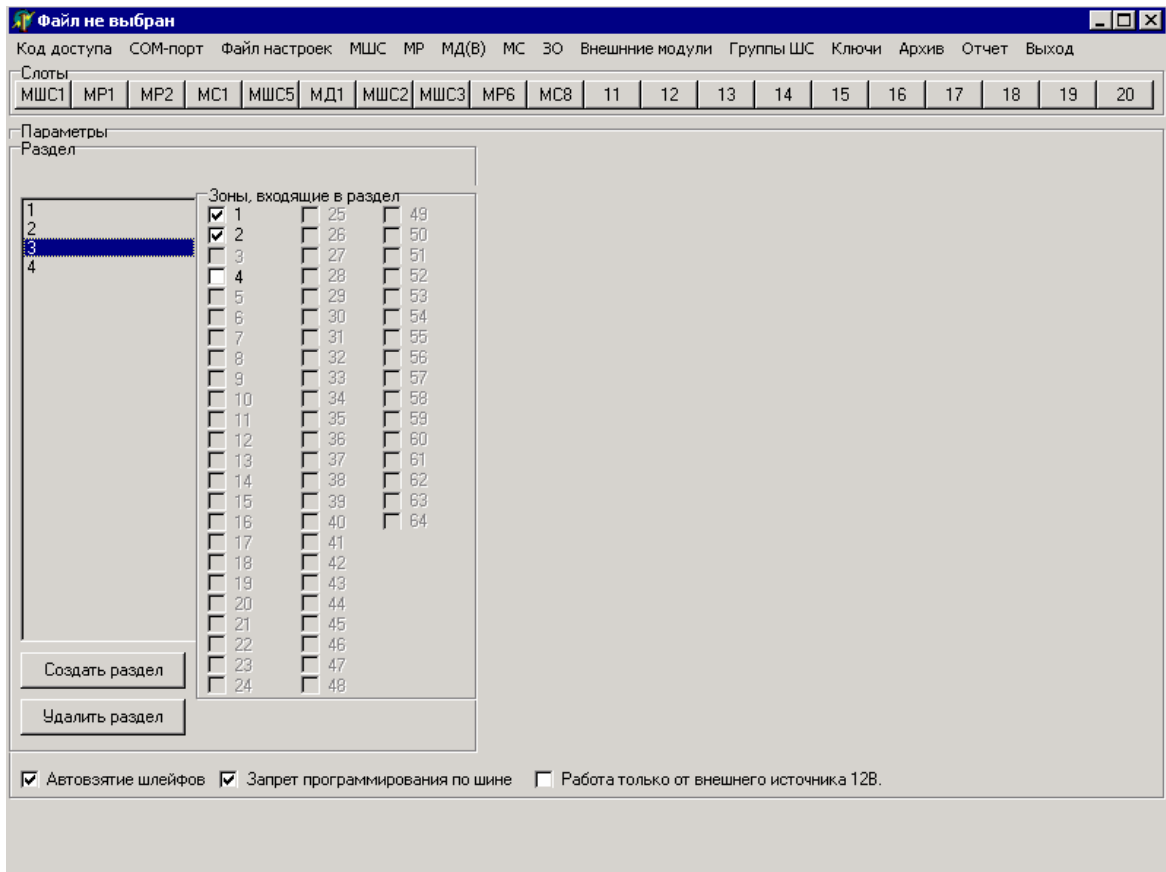
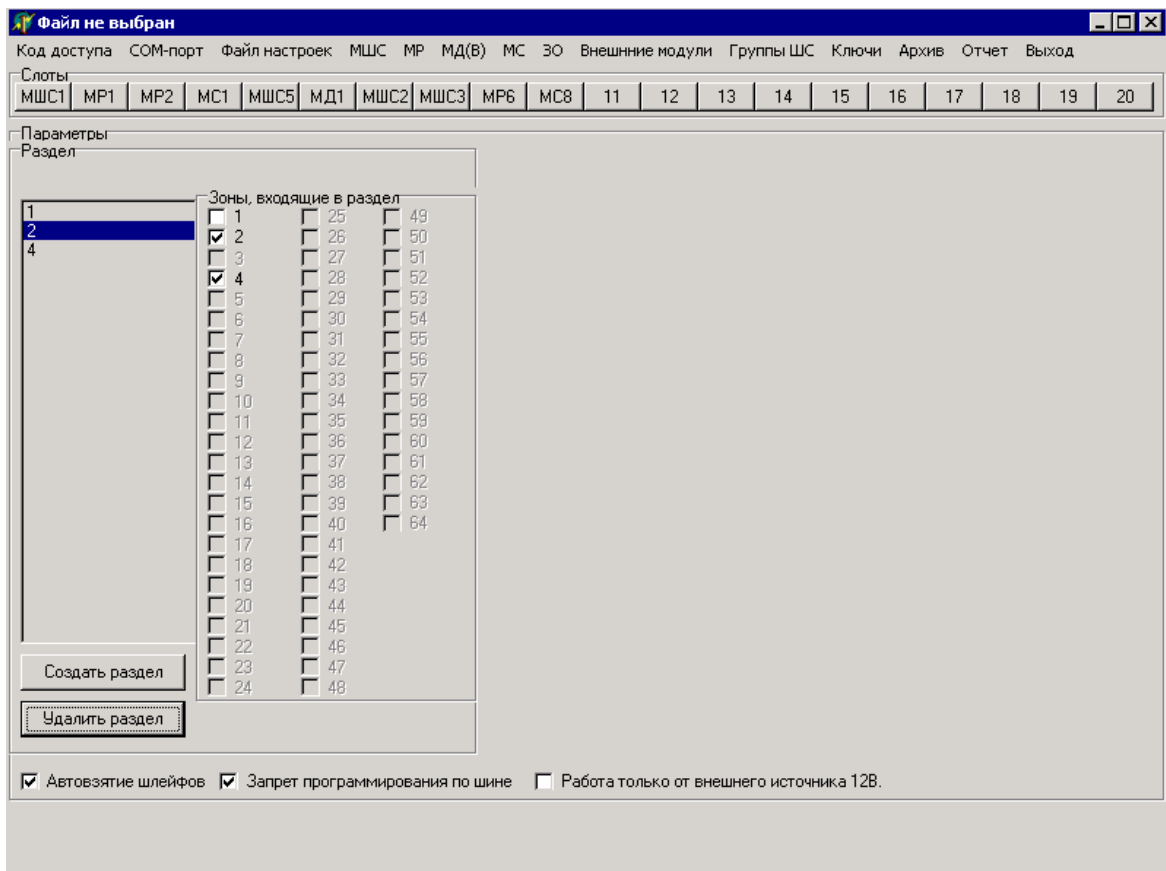

Рис. 18
Рис. 19
2.1.5.7 Для удаления ранее созданного раздела необходимо переключить фокус на удаляемый раздел в списке всех разделов прибора (выделить удаляемый раздел левой клавишей мыши) и нажать командную кнопку «Удалить раздел» панели «Раздел» (рисунок 18). В результате выполнения этой команды раздел с соответствующим номером будет удален (рисунок 19). Пустые разделы (разделы, в которые не вошла ни одна зона) удаляются автоматически при окончании работы с панелью «Раздел» либо при перезапуске программы.